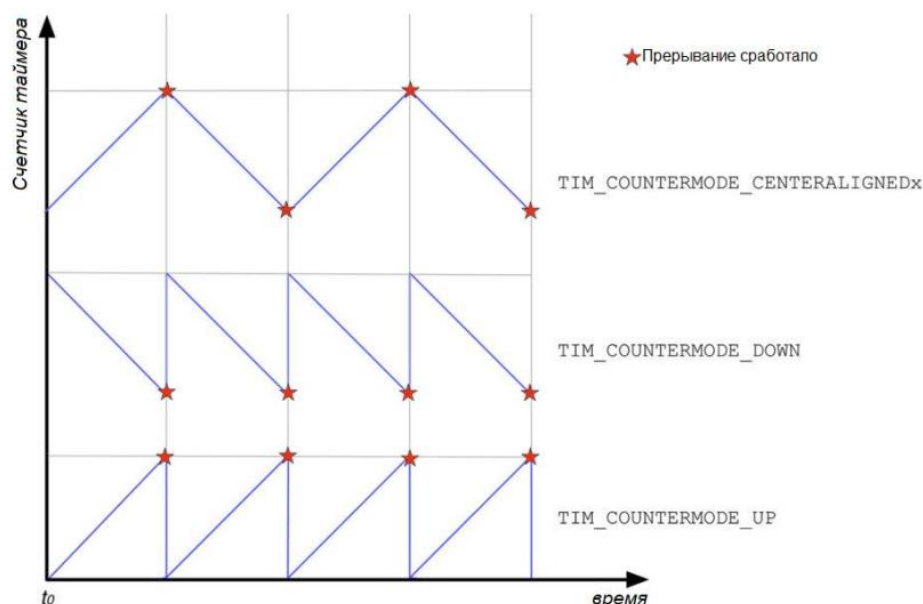

Рисунок 2 – Режимы работы счетчика таймеров общего назначения.
1.2. Таймеры общего назначения имеют различные режимы работы счетчика – *upcounting*, *downcounting* и *center-aligned* (см. рисунок 2).